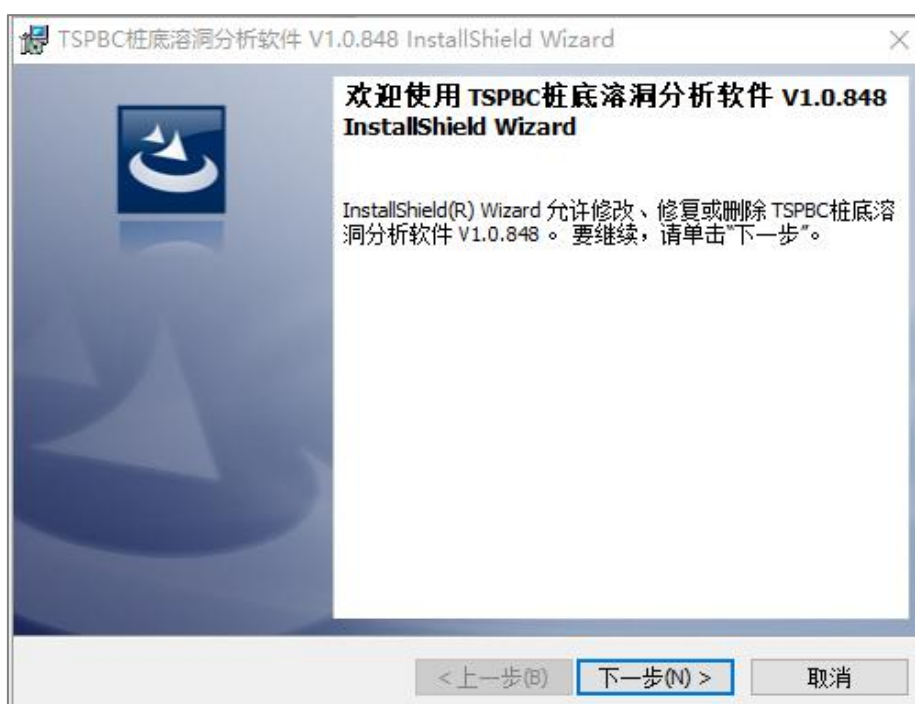

图3-1 安装界面
1) 在随仪器配置的U盘上找到桩底溶洞分析软件V1.0.848.exe，双击打开该文件，即可进入安装界面，见图3-1。